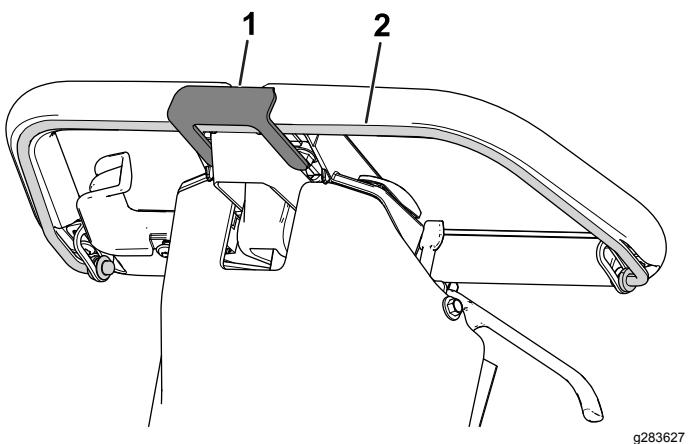

Figura 12
- Máquinas equipadas com a barra da embraiagem:** engate a barra da embraiagem e instale o encaixe da barra (Figura 12).